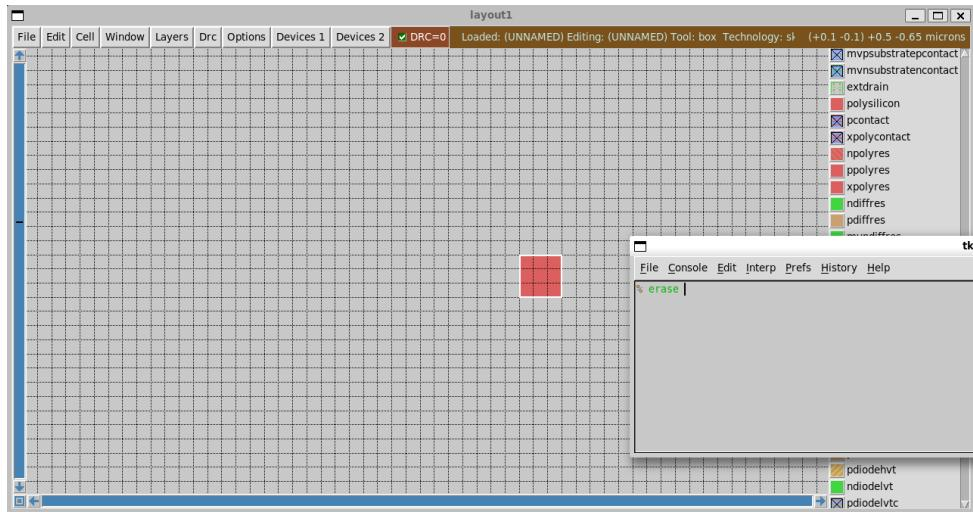

Figura 18: Selecionando a área onde a camada será removida.
Passo 2: Selecionar a área a ser apagada Antes de apagar uma camada, é necessário selecionar a área correspondente no layout. Use o mouse para desenhar uma caixa sobre a região que será afetada pelo comando (Figura 18).